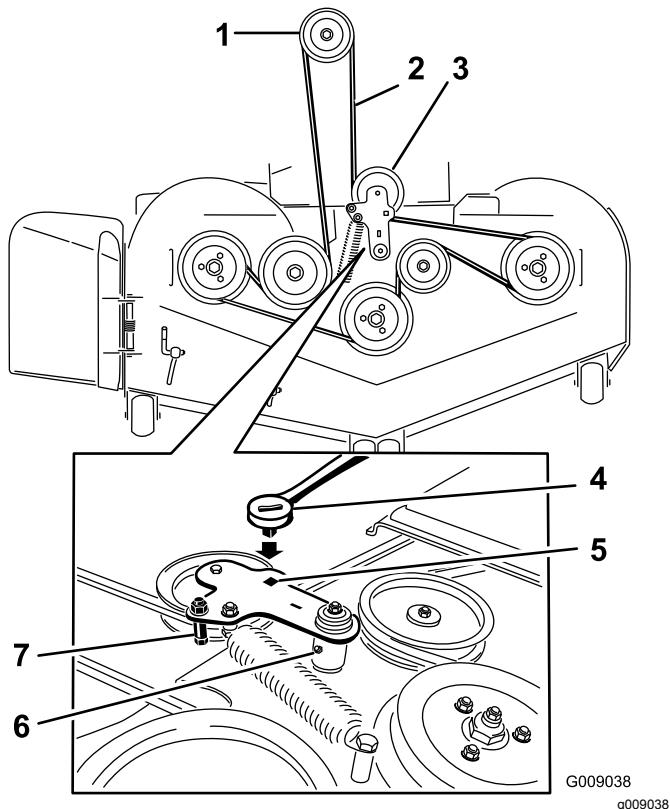

Bild 86
7. Setzen Sie eine Ratsche in das rechteckige Loch im Spannarm ein, um die Spannung an der Spannscheibenfeder zu lösen (Bild 86).
9. Nehmen Sie die Riemschutzvorrichtung am gefederten Spannarm ab, wie in Bild 86 dargestellt.
11. Verlegen Sie den neuen Riemen um die Mähwerk- und Bremsspannscheiben unter dem Motor (Bild 86).
12. Nehmen Sie die Riemenführung am Spannarm ab, wie in Bild 86 dargestellt.
13. Setzen Sie die Spannscheibenfeder mit der Ratsche im rechteckigen Loch ein (Bild 86).